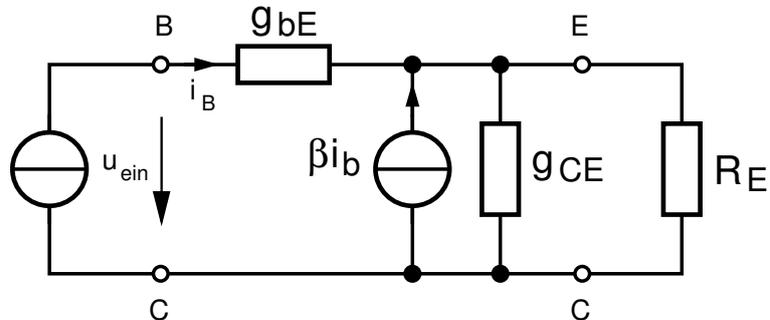

Abb. 3.1: Kleinsignalersatzschaltbild der Schaltung.
2. Punkt:  $I_D(U_{DS} = 1 \text{ V}) = \frac{5 \text{ V}}{500 \Omega} - \frac{1 \text{ V}}{500 \Omega} = 8 \text{ mA} \rightarrow$  in Abb. 3.1 einzeichnen!